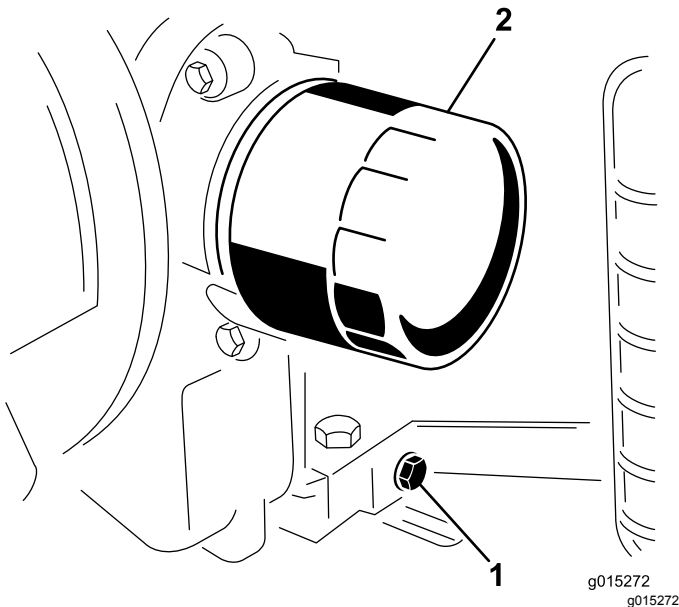

Bild 15
4. Stellen Sie eine Auffangwanne unter die Ölablassschraube. Nehmen Sie die Ölablassschraube ab, damit das Öl ablaufen kann (Bild 15).